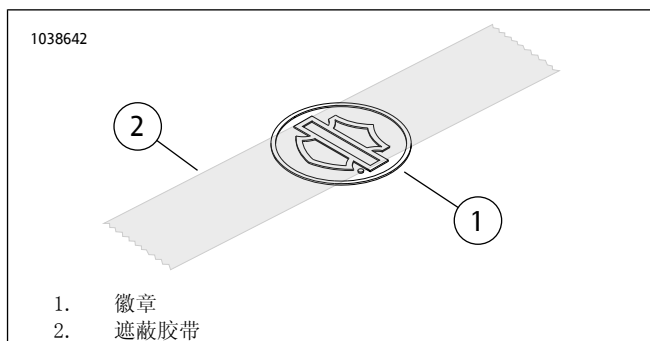

图2。在徽章上粘贴胶带
2. 参见图2。将一段3英寸的遮蔽胶带(2)居中粘贴至徽章(1)的Bar&Shield上方。
4. 参见图2。将徽章安装到支架上。